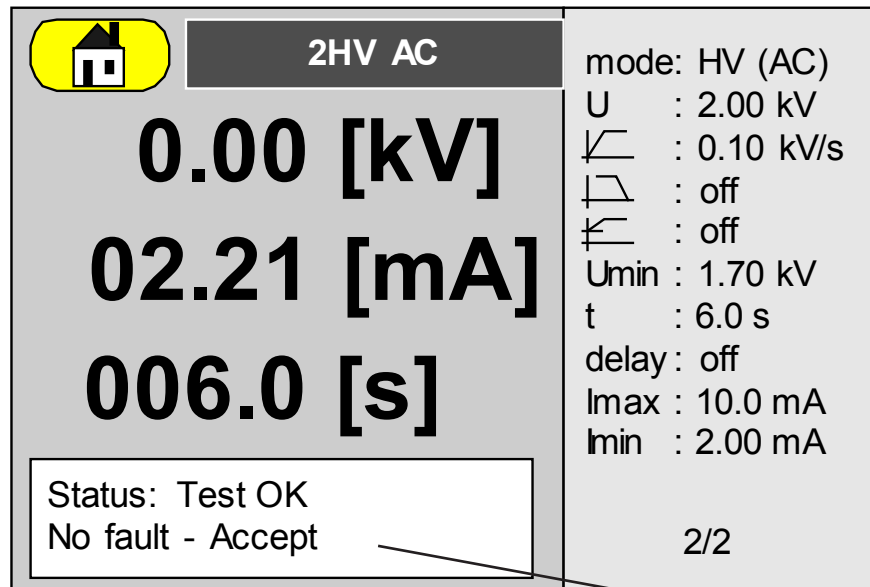

Fig 10.30: Autoprovnings – provningssskärm bild – provningsresultat OK
**No (Nej)** – Provningsen avbryts och bedöms som felaktig (se fig. 10.30).